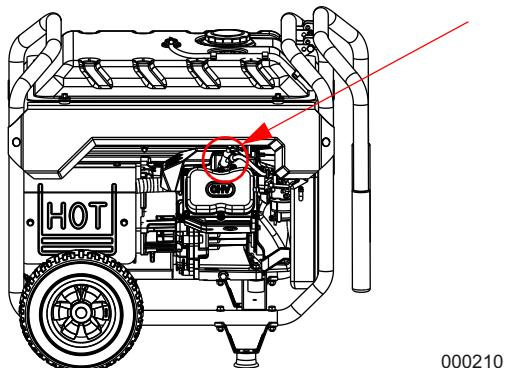

Figure 4-3. Emplacement de la bougie d'allumage
2. Retirer la protection de la bougie d'allumage et nettoyer cette zone de la culasse. La bougie d'allumage est située sur le côté de la génératrice (Figure 4-3).